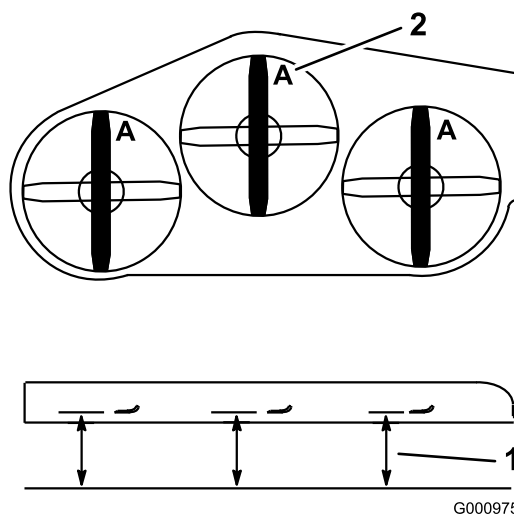

Figure 95
3. Tournez les lames dans le sens longitudinal (Figure 95). Mesurez la distance entre la surface plane et le tranchant (position A) des lames (Figure 95). Notez cette valeur.